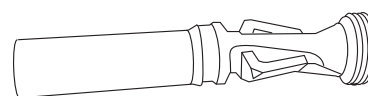

Figure 8
- Fixez le diaphragme au tuyau d'extension intérieur. (Voir la Figure 8)